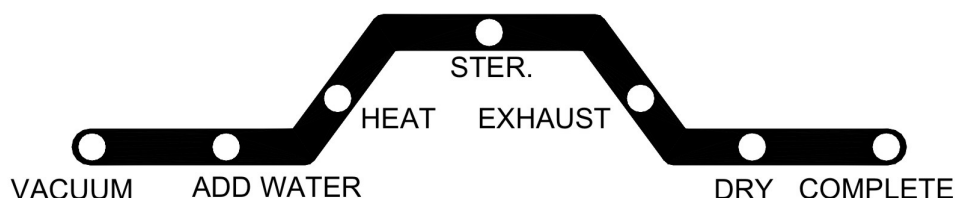

Figura 46
D. Presione el botón **START** (INICIO) **START**, la configuración de temperatura, duración, y tiempo de secado desplegado dos veces en una pantalla de tres dígitos, y luego el esterilizador correrá de forma automática a través del programa seleccionado. El proceso actual del ciclo de esterilización se indica en la LED iluminada mediante el indicador de estado de proceso. (Figura 46)